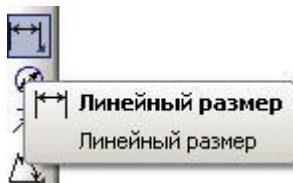

Рисунок 8 – Команда «Линейный размер»
- «Линейный размер» - см. рисунок 8